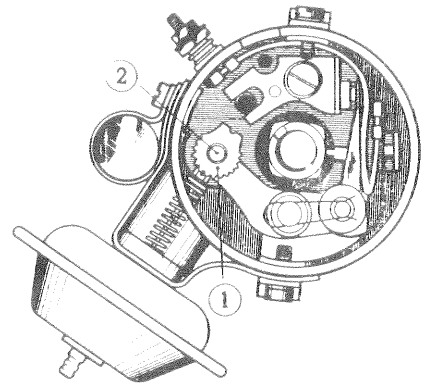

Fig. 22. — Allumeur Ducellier - Réglage
• S'assurer que l'on a bien le même écartement dans les deux positions extrêmes des contacts, c'est-à-dire avec et sans dépression. Dans le cas contraire, agir sur la petite came (2) d'attelage de la tige pour obtenir un écartement de 0,4 à 0,5 mm dans ces deux positions (fig. 22).